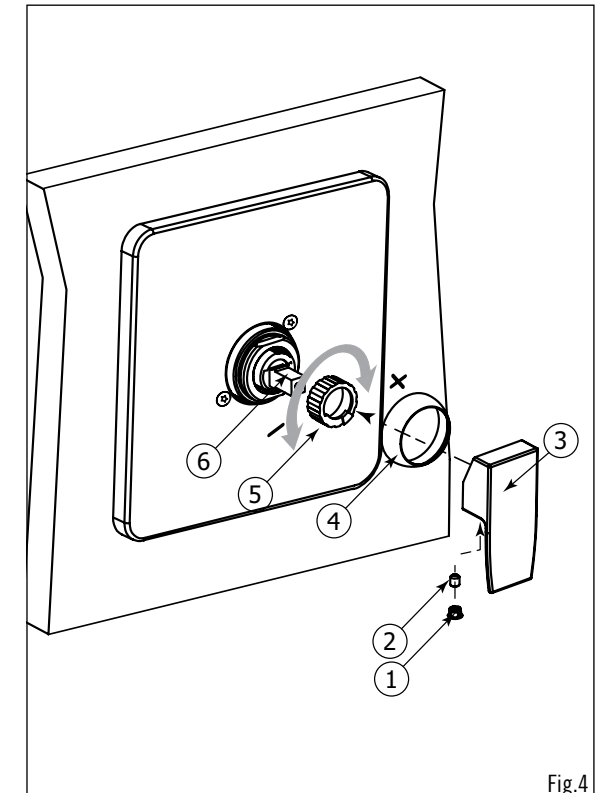

Fig.4
Remove the decorative cap (1), the setscrew (2), the volume control handle (3) and the decorative dome (4) (See Fig.4).
Retirer le capuchon de finition (1), la vis de retenue (2), la poignée de contrôle de volume (3) et le dôme décoratif (4) (Voir Fig.4).